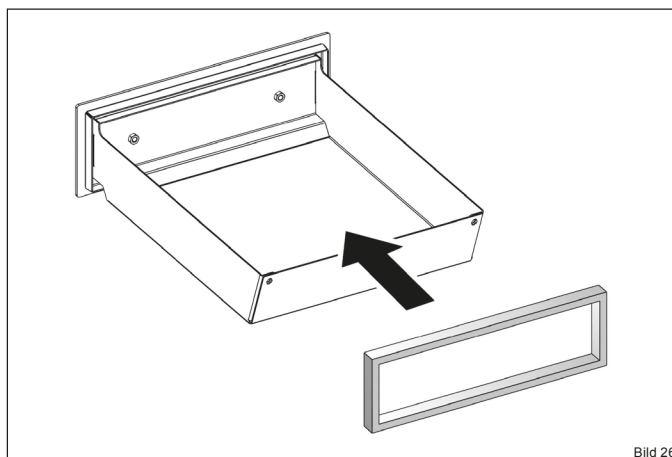

Bild 26
- ▶ Drücken Sie die neue Dichtung gleichmäßig in die Führung des Aschebehälters (Bild 26).